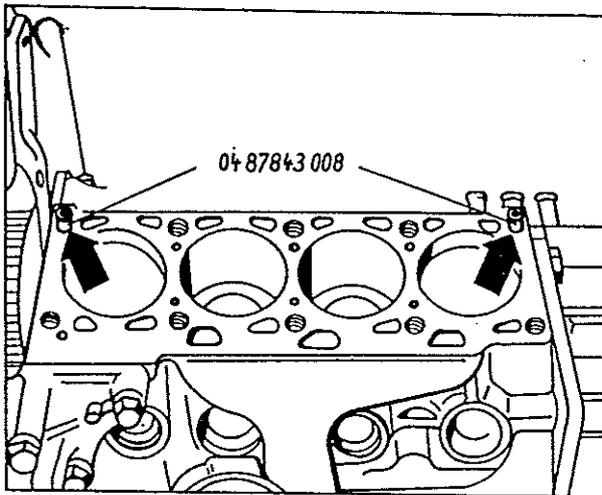

Bild 30: Führungsbolzen
- Zum Zentrieren den Führungsbolzen für den Zylinderkopf 04 87843.008 in die Bohrungen für die Zylinderschrauben (8) und (10) einschrauben (siehe die Pfeile im Bild 30)